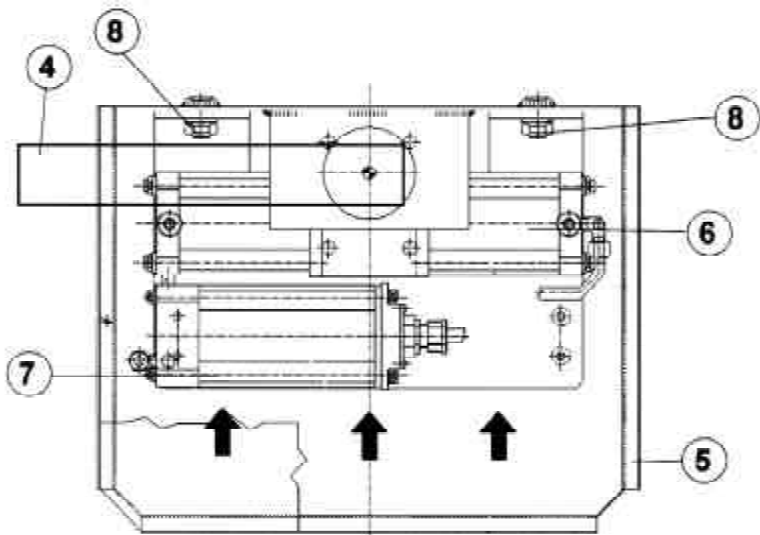
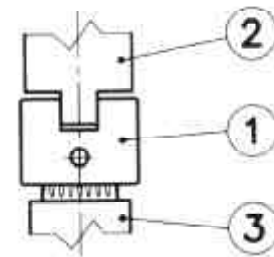

FIGURA 1
FIGURA 2
Dopo aver completato i lavori come riportato nelle pagine 5-6-7-8, aprire completamente il cancello, quindi introdurre nella cassetta di fondazione il gruppo martinetto e centralina montati sull'apposita piastra, spingere il gruppo nel senso indicato dalle tre frecce controllando che il manicotto (1) si innesti con la parte inferiore del perno autoportante (2), come rappresentato nella figura 2, inserire completamente la piastra nelle viti di fissaggio della cassetta di fondazione (5), quindi procedere al fissaggio della piastra con i dadi in dotazione (8).
N.B.: il martinetto (6) viene già fornito in fase per essere montato come da istruzioni sopra riportate; nel caso che il martinetto non sia in fase procedere come segue:
alimentare la centralina oleodinamica, fare ruotare l'albero del martinetto nel senso di apertura fino quando arriva bene in battuta, quindi invertire il senso di rotazione dell'albero nel senso di chiusura di circa 10°, fermare l'albero ed innestare il manicotto scanalato (1) come indicato in figura 1.
Depois de se ter acabado os trabalhos indicados nas páginas 5-6-7-8, abrir completamente o portão e introduzir o grupo cilindro e central hidráulica na caixa de fundação, montados na respectiva chapa. Pressionar o grupo no sentido indicado pelas três flechas, controlando que o manguito (1) fique inserido na parte inferior do perno autoportante (2), tal como indicado na figura 2. Montar completamente a chapa nos parafusos de fixação da caixa de fundação (5) e fixar a chapa com as porcas (8) fornecidas em dotação.
N.B.: O cilindro (6) é fornecido já regulado para ser montado de acordo com as instruções acima referidas. No caso em que o cilindro não esteja regulado, proceder no seguinte modo:
Alimentar a central hidráulica, fazer rodar o eixo do cilindro no sentido de abertura até que chegue ao fim. A seguir inverter o sentido de rotação do eixo no sentido de encerramento de cerca 10°, parar o eixo e acoplar o manguito estriado (1) tal como indicado na figura 1.